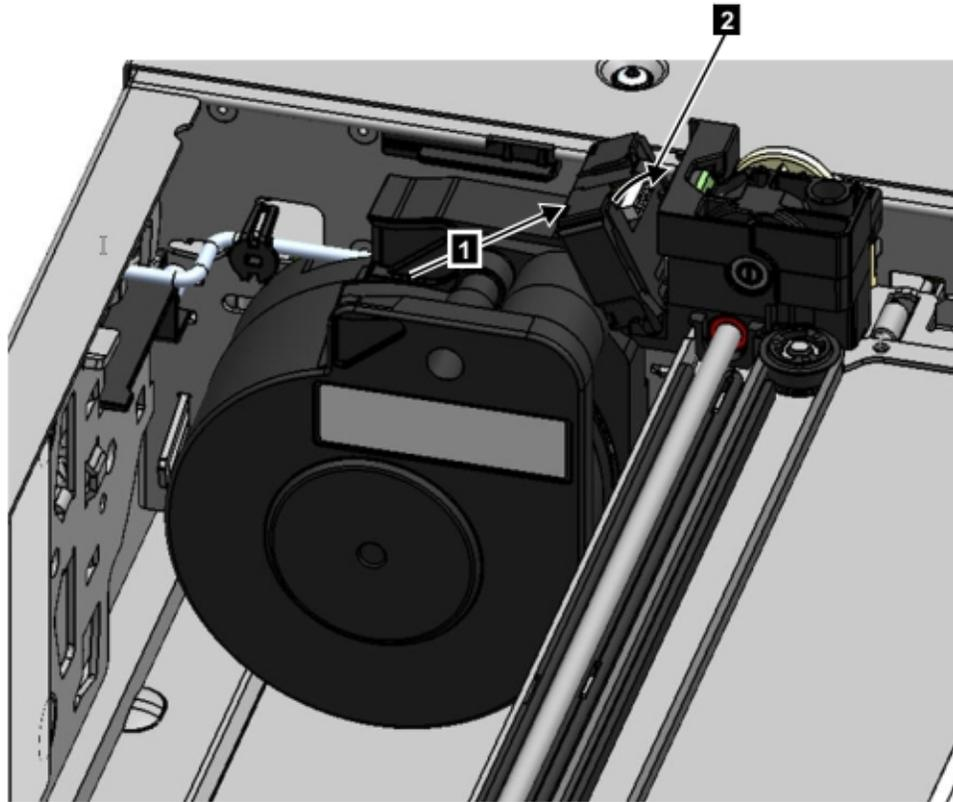

Abbildung 76. Spooling-Kabel installieren
5. Setzen Sie das Spooling-Kabel an der Stelle in die Halterillen, an der es an den Zugriffsmechanismus angeschlossen wird, und drehen Sie das Kabel so lange, bis es einrastet. Siehe Abb. 76 auf Seite 150.